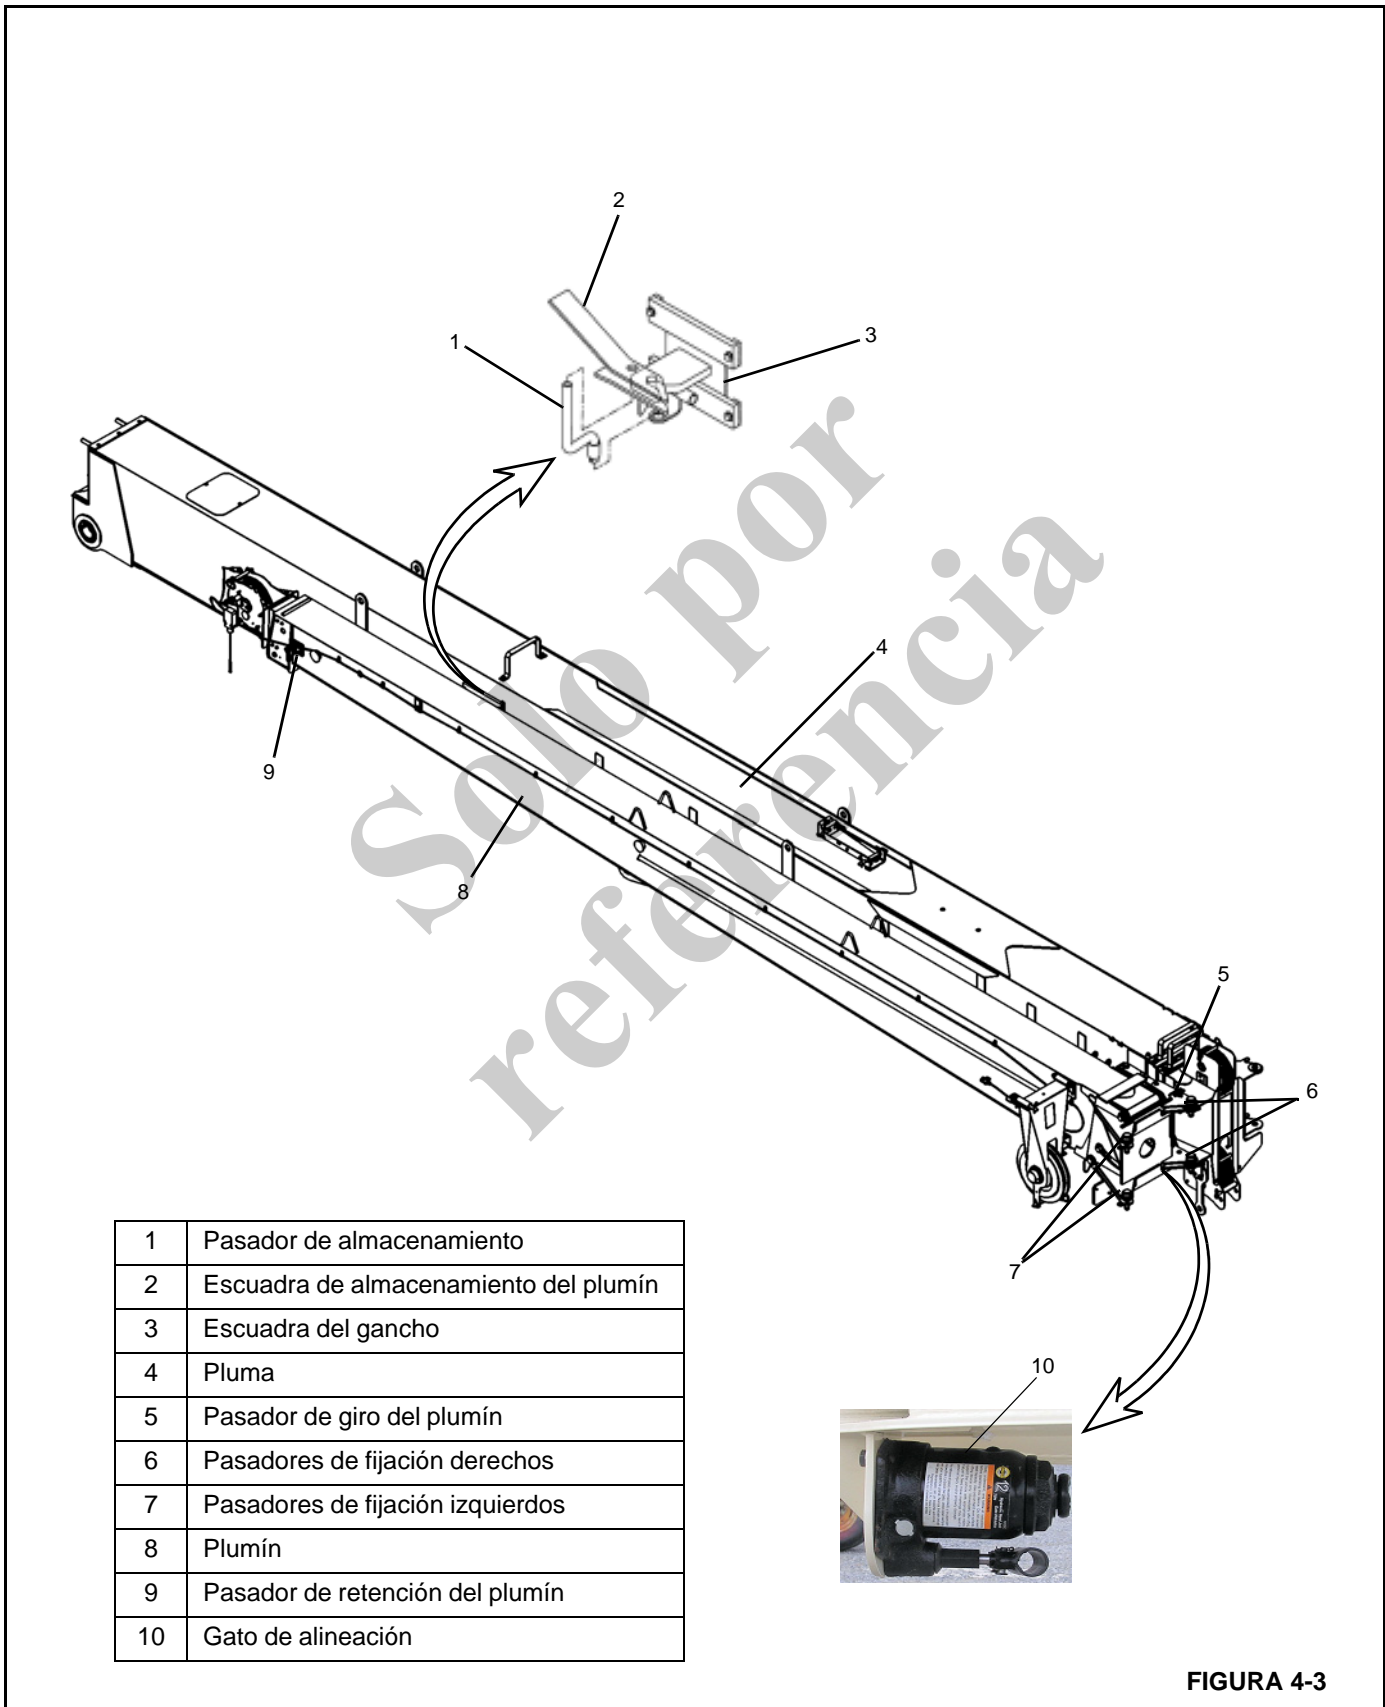
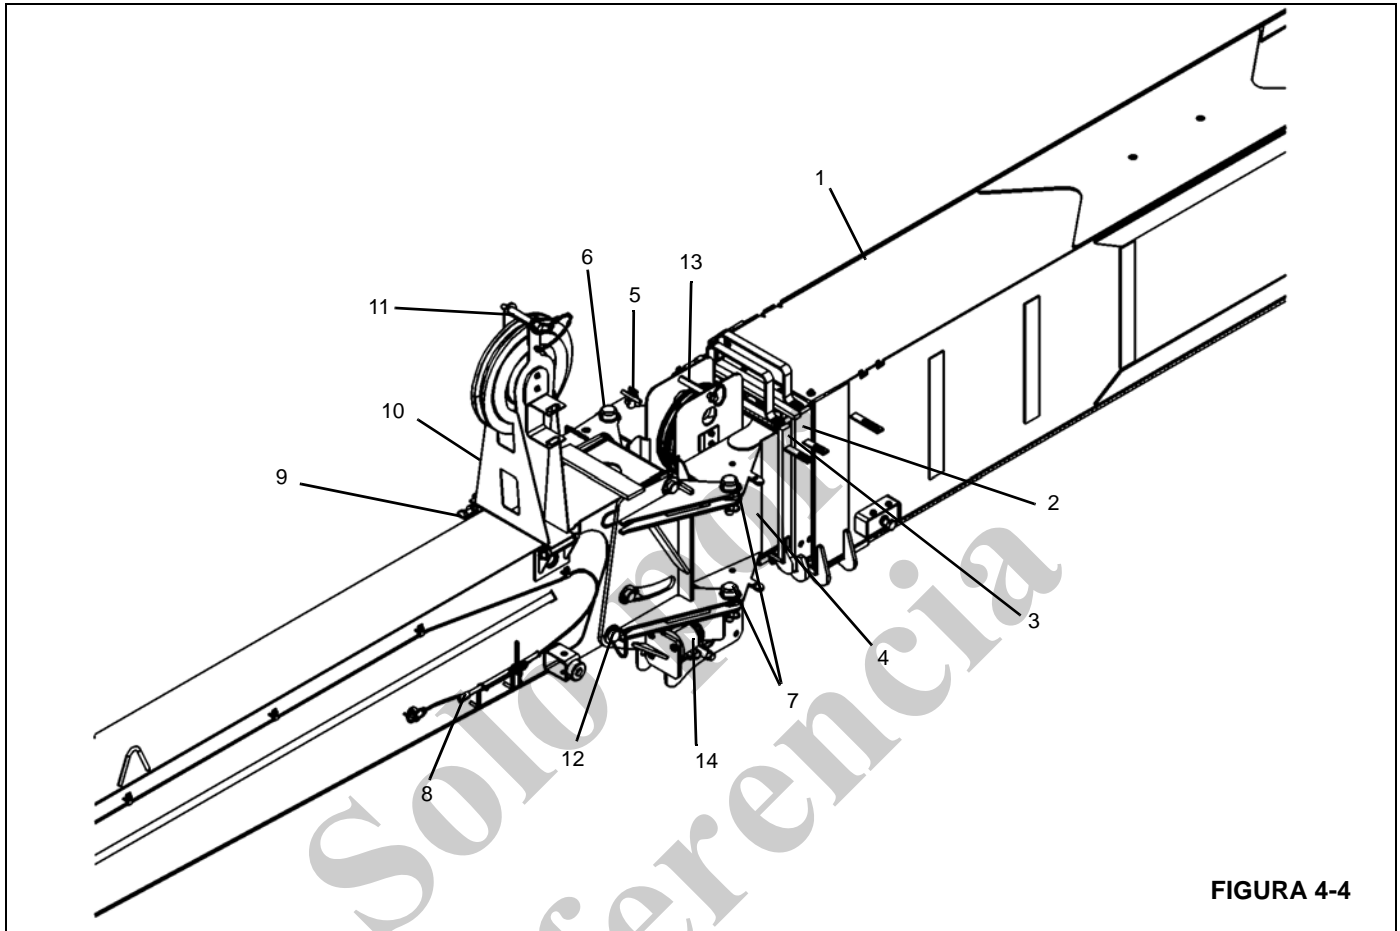

FIGURA 4-3
FIGURA 4-4
6. Verifique que el plumín esté debidamente almacenado (Figura 4-3):
- a. El retiro de los pasadores de fijación derechos (6), sin la instalación correcta del pasador de almacenamiento (1) y el pasador de giro del plumín (5), podría permitir que el plumín se caiga.
- b. Si se extiende la pluma con el plumín almacenado y sin haber extraído los pasadores de fijación derechos (6), se dañará la máquina al extenderla.
7. Intente girar el plumín a la posición de trabajo o de almacenamiento únicamente con la pluma horizontal, con el pasador de almacenamiento (1, Figura 4-3) y el pasador de giro del plumín (5,) retirados y los pasadores de fijación derechos (6) instalados en su lugar. El plumín podría girar fuera de control si la pluma no está horizontal.
12. No extienda/retraiga la pluma a menos que se encuentre en posición horizontal y se hayan extraído el pasador de almacenamiento (1, Figura 4-3) y el pasador de giro del plumín (5) durante los procedimientos de colocación o retiro de la posición de almacenamiento.
1. El pasador retenedor de plumín (9, Figura 4-3) siempre deberá estar instalado durante el funcionamiento.
3. La sección extensible puede salirse de la 1ª sección del plumín cuando se saca el pasador de retención de plumín (9, Figura 4-3). Mantenga al personal alejado del área.
2. Utilice la función de elevación para bajar la pluma de modo que los pasadores de fijación (6 y 7, Figura 4-3) puedan accederse fácilmente desde el suelo.
4. Instale los pasadores de fijación derechos (6, Figura 4-3) en las orejetas superior e inferior del plumín con las pinzas de resorte retenedoras. Estos pasadores se utilizan como punto de pivote para girar el plumín a la posición desplegada.
5. Ubique la posición de almacenamiento de los pasadores de fijación (7, Figura 4-3). Si están en los agujeros de fijación del plumín o los agujeros de plumín en la caja de poleas de la pluma, saque los pasadores de la posición de almacenamiento.
6. Saque el pasador de giro del plumín (5, Figura 4-3) de la orejeta superior del plumín.
7. Saque el pasador de almacenamiento (1, Figura 4-3) y almacénelo en la escuadra del gancho (3); asegúrelo con una pinza de resorte.
13. Use el gato de alineación (10, Figura 4-3) para alinear el pasador de fijación inferior izquierdo (7, Figura 4-3).
- a. Quite la manija del gato (8, Figura 4-4) de la escuadra de almacenamiento de la pluma y compruebe que la válvula de liberación del gato esté cerrada.
- b. Extienda el gato de alineación (10, Figura 4-3) de modo que los agujeros de pasador inferior izquierdo (7, Figura 4-3) queden alineados.
- c. Instale el pasador de fijación inferior izquierdo (7, Figura 4-3) y su pinza de resorte.
- d. Abra la válvula de liberación del gato y retraiga el gato (10, Figura 4-3).
10. Utilice la función de telescopización para extender la pluma lentamente aproximadamente 30 cm (12 pulg). Este procedimiento saca el plumín de la escuadra del gancho (3, Figura 4-3).
12. Instale el pasador de fijación superior izquierdo (7, Figura 4-3) y su pinza de resorte. Podría ser necesario martillar los pasadores levemente para instalarlos. Siempre utilice gafas protectoras al efectuar este paso.
19. Instale el pasador de giro del plumín (5, Figura 4-3) y su pinza de resorte en las orejetas del plumín.
20. En el plumín extensible manual, tire del pasador de retención del plumín (9, Figura 4-3) y extienda la segunda sección tirando de la caja de poleas. Cuando la segunda sección del plumín se extiende, llega hasta un tope mecánico que permite instalar el pasador de retención de plumín (9, Figura 4-3). Instale el pasador (9) y la pinza de resorte.
- Los dos pasadores (6, Figura 4-3) instalados correctamente en los agujeros superior e inferior del plumín y a través de los agujeros correspondientes en la punta de la pluma.
1. Utilice la función de elevación para bajar la pluma de modo que los pasadores de fijación de ese lado (6 y 7, Figura 4-3) puedan accederse fácilmente desde el suelo.
2. Plumín de dos secciones - En los plumines extensibles manualmente, tire del pasador de retención de plumín (9, Figura 4-3) y retraiga la 2ª sección completamente dentro de la sección telescópica 1. La retracción de la 2ª sección puede facilitarse si se fija un receptáculo de cuña de cable de carga a la punta del plumín. Accione la función de elevación del malacate lentamente hasta retraer la 2ª sección completamente.
3. Plumín de dos secciones: Vuelva a instalar el pasador de retención de plumín (9, Figura 4-3) a través de las secciones 1ª y 2ª del plumín y colóquele una pinza de resorte.
7. Saque las pinzas de resorte de los pasadores de fijación izquierdos (7, Figura 4-3 y Figura 4-4) de las orejetas superior e inferior del plumín.
8. Quite el pasador de giro del plumín (5, Figura 4-3) de la punta de la pluma.
9. Saque los pasadores de fijación izquierdos (7, Figura 4-3 y Figura 4-4) de las orejetas superior e inferior del plumín. No retire los pasadores de fijación derechos (6) por el momento. Los pasadores de fijación derechos (6) se utilizarán como punto de pivote para girar el plumín a la posición de almacenamiento. Podría ser necesario martillar los pasadores levemente para sacarlos.
12. Utilice el cable guía conectado a la caja de poleas del plumín para girar el plumín lentamente a la posición de almacenamiento (paralelo a la sección telescópica 1 de la pluma). Los pasadores de fijación del lado derecho (6, Figura 4-3) son los puntos de pivote del plumín durante esta operación.
13. Instale el pasador de giro del plumín (5, Figura 4-3) con pinza de resorte a través de los agujeros de la orejeta del plumín y la caja de poleas de la pluma. Este pasador mantiene el conjunto del plumín alineado (paralelo) con la 1ª sección de la pluma.